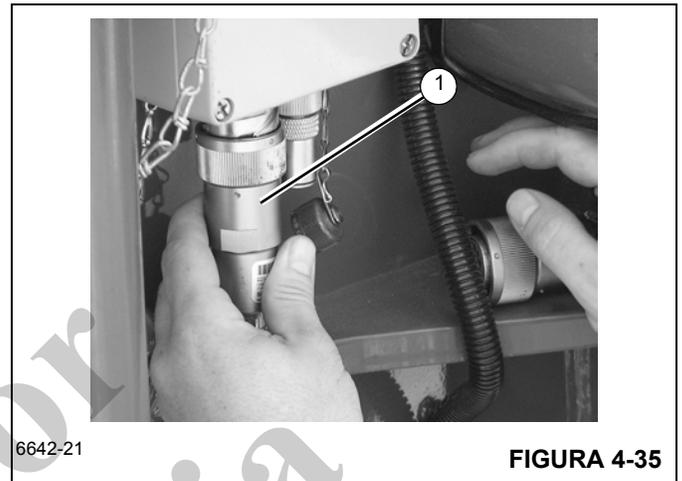

FIGURA 4-35
- c. Instale el conector del extremo del cable (1) (Figura 4-35) de la extensión de pluma de la que se retiró el enchufe falso.